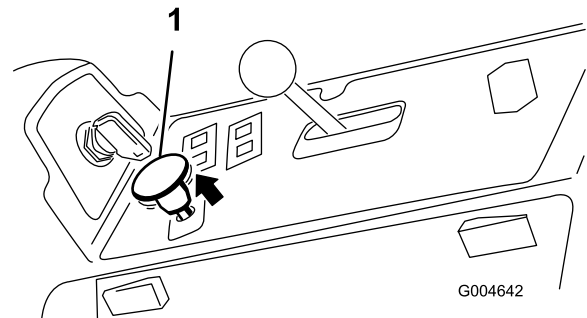

Figure 19
3. Tirez sur la commande de PDF pour engager la PDF (Figure 19).